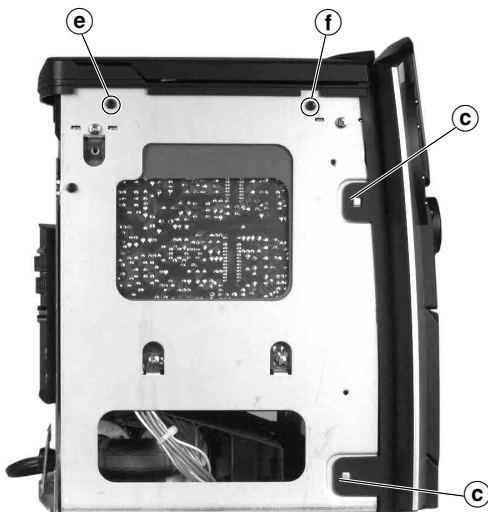
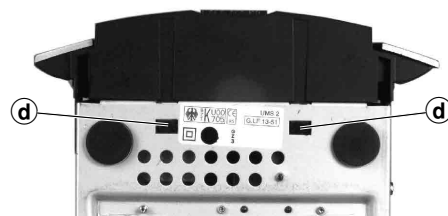

Fig. 3
Fig. 4
- 4 Haltetaschen (c) links und rechts der Frontblende (Fig. 3) sowie 2 Haltezapfen (d) am Gehäuseboden ausrasten (Fig. 4).
- Disengage the 4 holding lugs (c) on the left and right of the front panel (Fig. 3) and 2 prongs (d) on the bottom of the cabinet (Fig. 4).
- 2 Schrauben ⑥ (kurz), 2 Schrauben ⑦ (lang) und Schraube ⑧ herausdrehen (Fig. 3 und 5).
- Undo 2 screws ⑥ (short), 2 screws ⑦ (long) and screw ⑧ (Fig. 3 and 5).